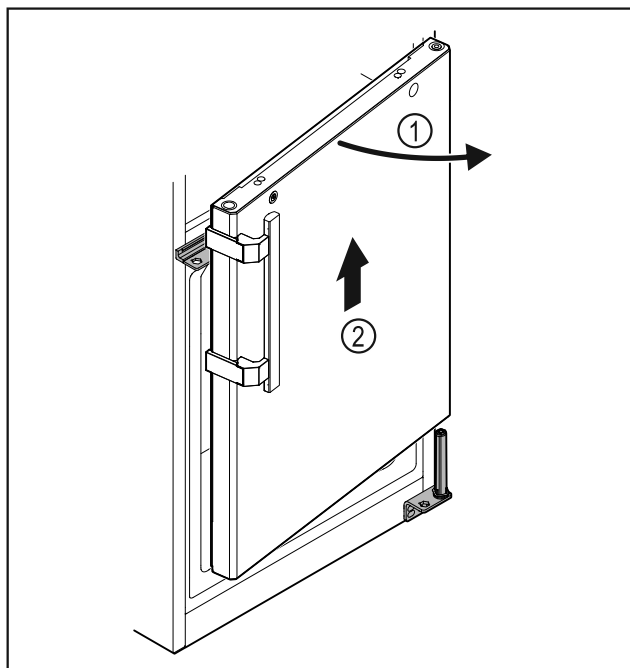

Fig. 34
- 略微打开冰箱门 Fig. 34 (1)，笔直向上提升大约 200 mm 并取下 Fig. 34 (2)。